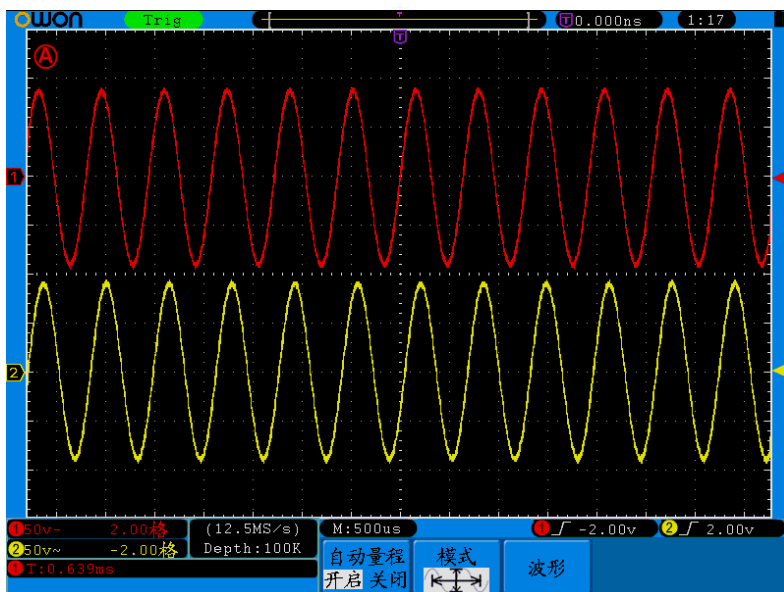

图 5-64：自动量程 水平/垂直模式多周期波形图
4. 按 **H3** 键，按 **F1** 键选择波形为 。见图 5-64：